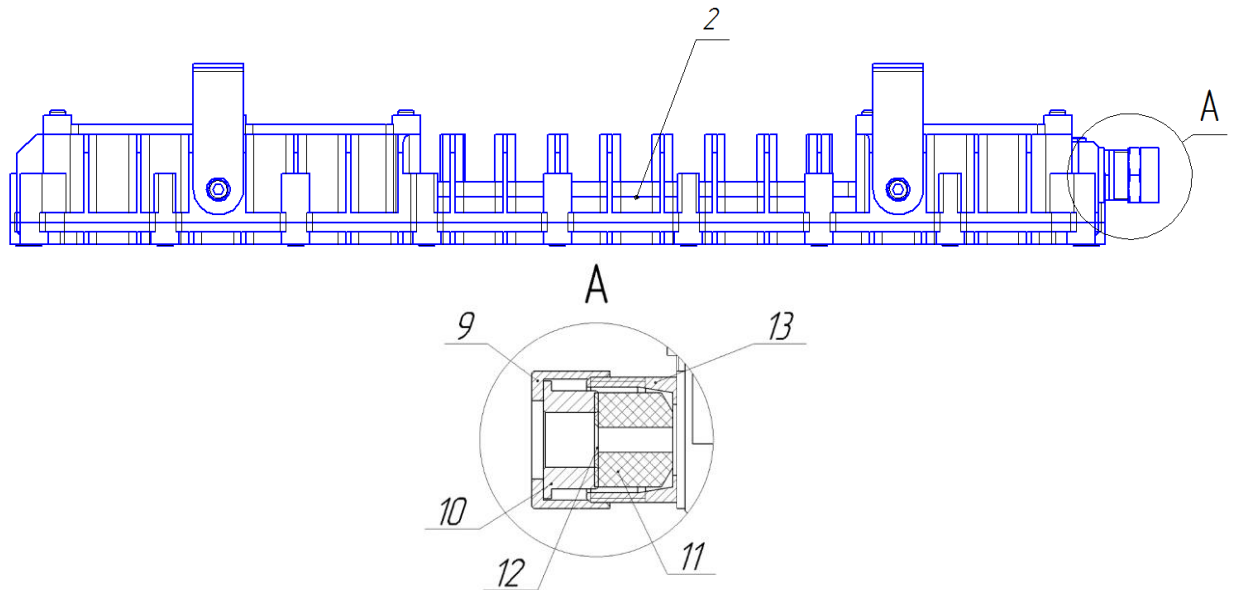

Рисунок 2
- затянуть гайку кабельного ввода (Рисунок 2 поз.9) с усилием 20 Н·м;